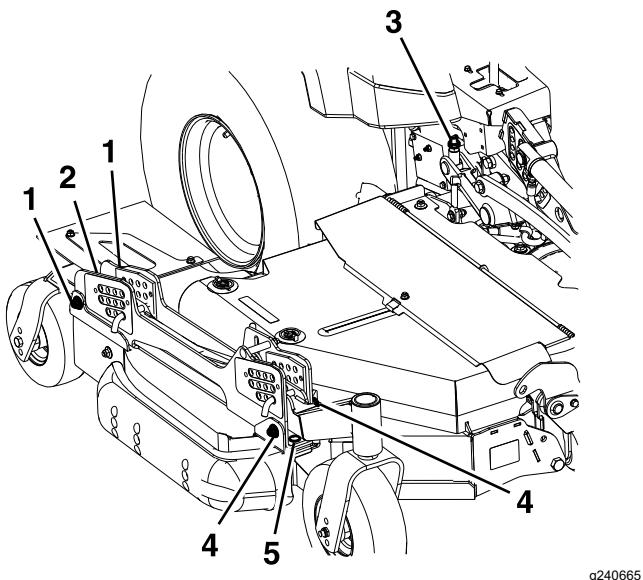

Figura 81
3. Las carcassas laterales derecha e izquierda incorporan mecanismos de ajuste de la altura de las cuchillas, con puntos de ajuste delanteros y traseros. Para ajustar la altura de las cuchillas de las carcassas laterales, primero afloje las tuercas de montaje delanteras y traseras de las pletinas de suspensión/altura de corte. Hay 4 posiciones (2 en cada lado del canal), como se muestra en la Figura 81.
- Si la carcasa está demasiado baja, apriete el perno de ajuste de altura delantero (Figura 81) girando la tuerca inferior en sentido horario.
- Si la carcasa está demasiado alta, afloje el perno de ajuste de altura delantero (Figura 81) girando la tuerca inferior en sentido antihorario. Afine la posición de las tuercas de ajuste traseras según sea necesario.
Ajuste la altura de la rueda trasera (Figura 81) hasta que la rueda trasera apenas toque el suelo con una presión mínima.
4. Mida la parte trasera de las cuchillas laterales. Si cualquiera de las cuchillas tiene una inclinación de menos de 1.5 mm (1/16"), eleve la parte trasera de la carcasa apretando los ajustes traseros izquierdo y derecho (Figura 81) hasta que las 4 cuchillas tengan una inclinación mínima de 1.5 mm (1/16"). Ajuste las ruedas laterales traseras hasta que apenas toquen el suelo con una presión mínima. Apriete las 4 posiciones de montaje traseras de las pletinas de suspensión (Figura 81).